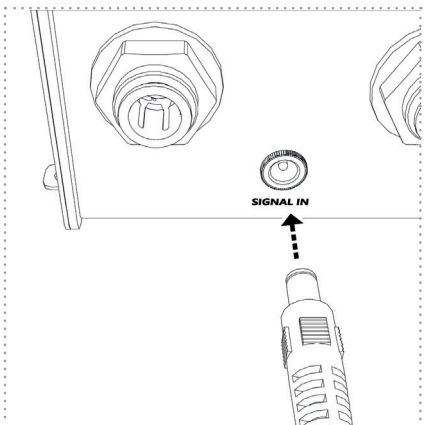

Abbildung: 22
7. Danach stecken sie den Stecker des Anschlusskabels (Signal) in die davor vorgesehene Anschlussbuchse an der UV-Einheit (Abbildung 22). Die UV-Einheit sollte sich nun im Standbymodus befinden und blau blinken.